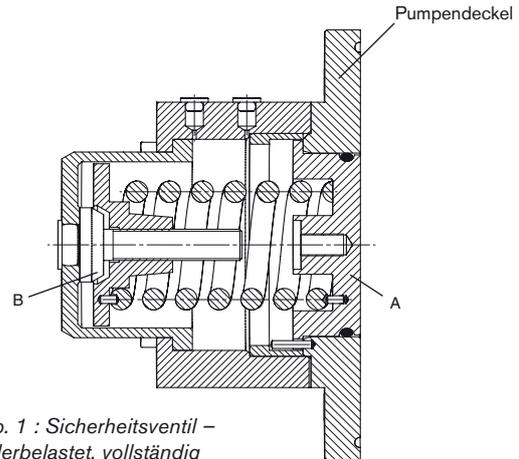

Abb. 1 : Sicherheitsventil – Federbelastet, vollständig geschlossen
Abb. 1 und 2 zeigen den Aufbau des federbelasteten Sicherheitsventils. Der Ventilkopf (A) ist auf der einen Seite dem hydrostatischen Druck im Rotorgehäuse und auf der anderen Seite der Federkraft ausgesetzt. Die Feder wirkt direkt auf den Ventilkopf.
Abb. 1 zeigt das Sicherheitsventil im vollständig geschlossenen Zustand. Der Ventilkopf (A) schließt mit der Frontseite des Pumpendeckels bündig ab. Das Ventil wurde durch Kompression der Feder über die Federeinstellschraube (B) auf den richtigen Wert eingestellt.